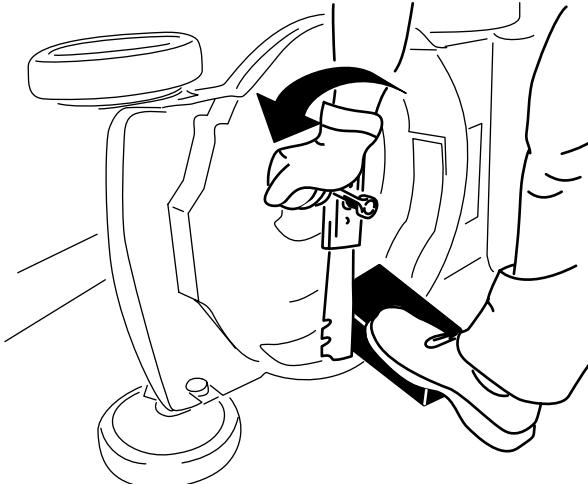

Figura 25
2. Utilize um bloco de madeira para manter a lâmina segura (Figura 25).
3. Retire a lâmina guardando todo o equipamento de montagem (Figura 25).